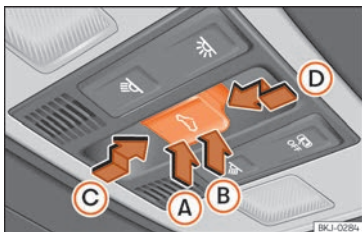

Abb. 60 Im Dachhimmel: Bedienelement für Panorama-Schiebedach.
Der Taster (Abb. 60) hat zwei Stufen. In der ersten Stufe kann das Glasdach ausgestellt sowie ganz oder teilweise geöffnet oder geschlossen werden.
- Innerhalb von etwa 5 Sekunden nach der Aktivierung des Einklemmschutzes, drücken Sie die Taste **↔ >>> (Abb. 60)** bis zur zweiten Stufe in Pfeilrichtung **Ⓢ** bis das Dach vollständig schließt.